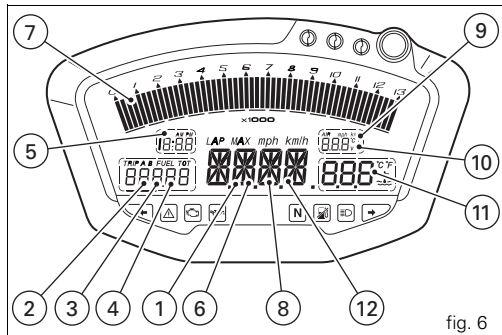

fig. 6
12) **Servicing indicator (SERV)** (fig. 6).